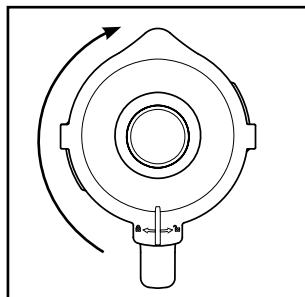

Fig. 2
- 4) Appuyez à nouveau fermement le couvercle ❷ sur le bol mixeur ❸ de manière décalée. Refermez le couvercle ❷ en le tournant dans le sens horaire jusqu'à ce qu'il enclenche audiblement en position  (voir fig. 2). Veillez à ce que le bec verseur du bol mixeur ❸ soit fermé. Le moteur ne peut démarrer que si le couvercle ❷ est posé de manière alignée.